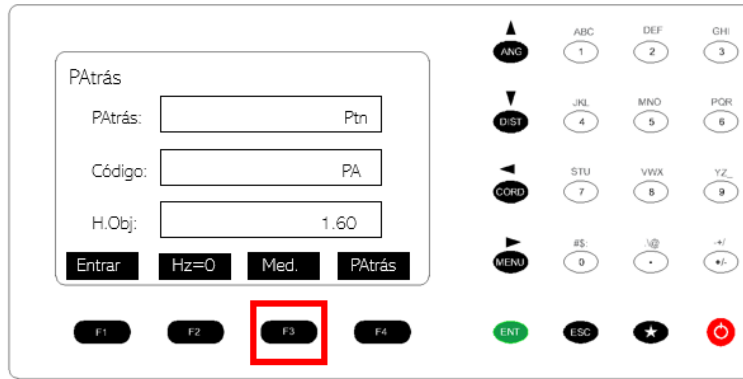
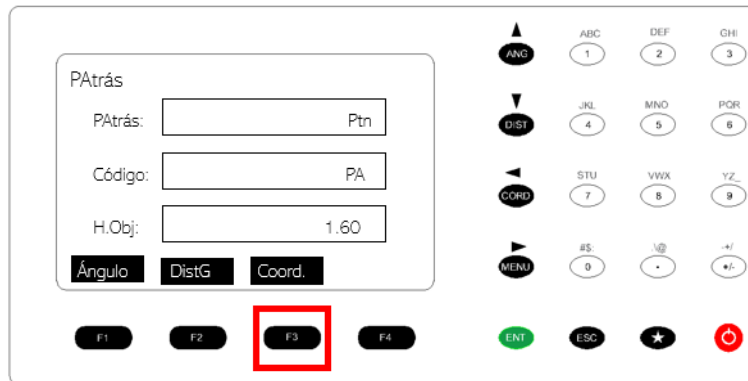

Figura 125. Verificación de los datos.
Figura 126. Verificación de los datos.
30. Para verificar que la orientación quedó guardada, presionar el botón F3. Med, presionar F3 (figura 125). Coord (figura 126) y verificar que las coordenadas sean las mismas que las registradas con anterioridad.